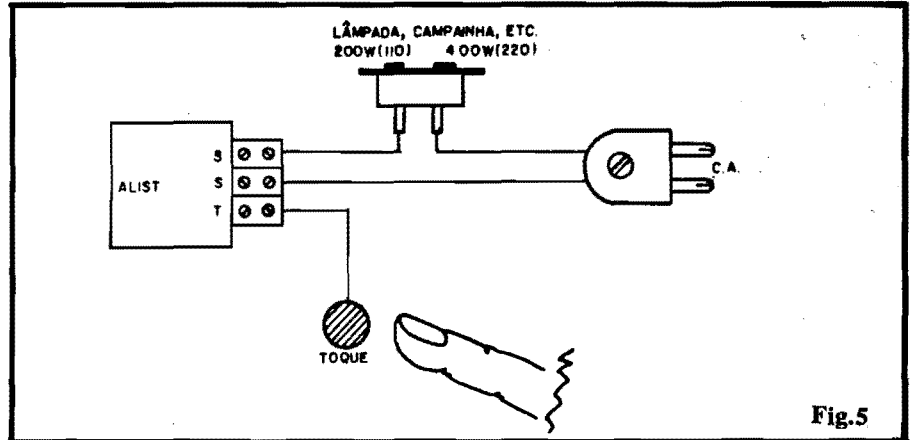

Fig. 5
- FIG. 5 - Diagrama de instalação e utilização do ALIST. Observar que os pontos "S-S" são ligados à rede C.A. e à tomada destinada a receber a carga controlada. MUITA ATENÇÃO nessas ligações,
Não há muito o que explicar: à tomada de SAÍDA (ver fig. 5) pode ser ligada uma lâmpada incandescente comum, ou mesmo várias lâmpadas em paralelo (respeitados os limites de "wattagem" já mencionados), ou uma cigarra comum de C.A. (dessas usadas em campainhas residenciais...). Encostando um dedo no contato de toque, a carga será acionada (a lâmpada acenderá ou a campainha tocará...). O acionamento é momentâneo, ou seja, ocorre apenas durante o toque. Removendo-se o dedo, a carga é imediatamente desenergizada. Se o contato de toque for relativamente grande (uma placa metálica com algumas dezenas de centímetros quadrados...), a conexão ao circuito deverá ser feita com cabo blindado e eventualmente - o valor do capacitor original de 100pF deverá ser experimentalmente alterado, de modo a reduzir um pouco a sensibilidade geral do circuito (que fica um tanto "exacerbada", no caso...). Com tal disposição, o ALIST chega até a funcionar